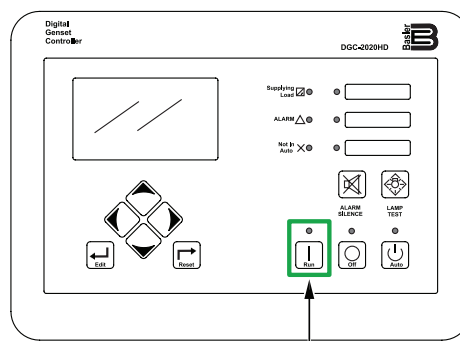

Figure 43. Contrôleur numérique (bouton Run)
1. Pour démarrer le moteur, appuyez sur le **bouton Run** (Figure 43) sur le contrôleur numérique.